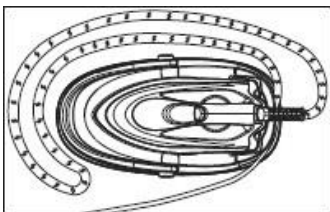
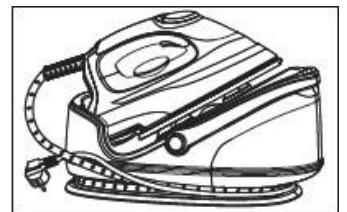

Fig.11
Fig.14
3. Coloque la plancha en la unidad base, recoja la manguera de suministro y enróllela hacia la derecha alrededor de las ranuras del cable de la unidad base. Ate el cable de alimentación y la manguera de suministro juntos, luego enrolle el cable de energía hacia la derecha alrededor de las ranuras del cordón de la unidad base, y bloquear el cable con la manguera de suministro. (Fig. 11 - Fig. 14)